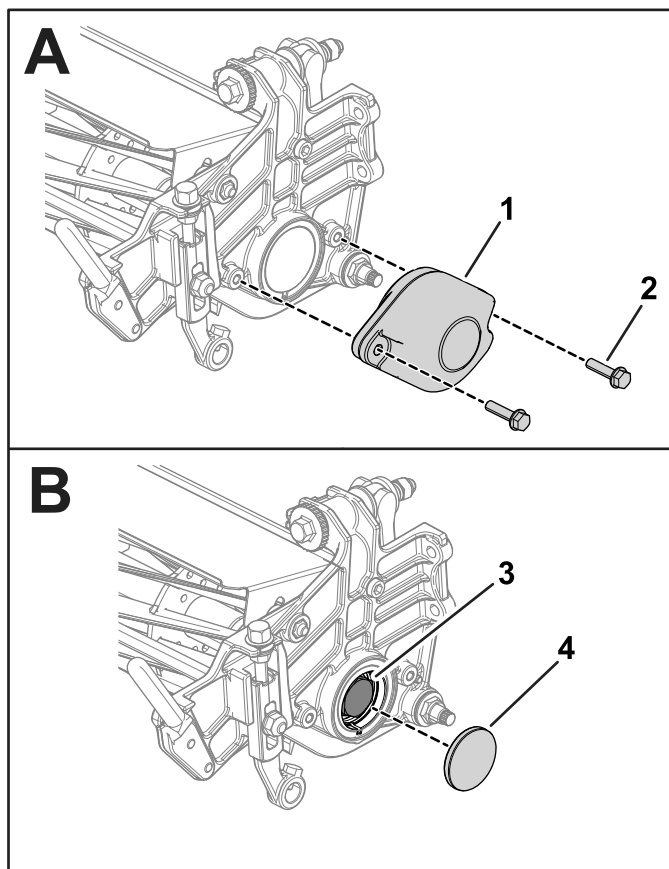

図 3
3. 刈高アームから刈高調整ねじとローラ取り付けねじを外す 図 3。
4. カウンタウェイトをカッティングユニットのサイドプレートに固定しているボルト5/16 x 2¼"2本をナット2個サイドプレートに固着から外す。カウンタウェイトを外す 図 3。
6. キャップを外してベアリングナットを露出させる 図 3。
7. リールのシャフトからベアリングナットを外す 図 3。